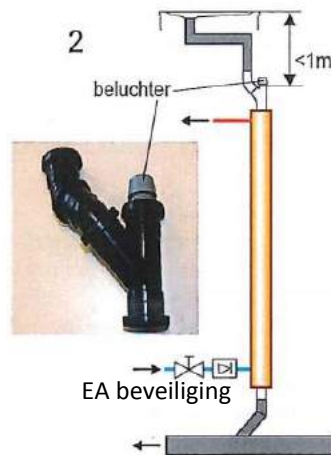

fig. 5
2. een beluchter toe te passen. Deze kan verticaal boven de warmtewisselaar worden gemonteerd en mag niet lager worden geplaatst dan 1 meter onder de bovenzijde van de douchebak/plaats. (zie fig. 5). (nb. beluchter niet standaard meegeleverd)